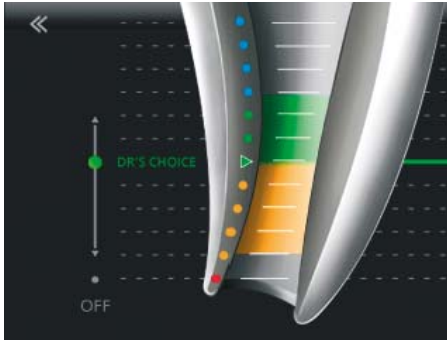

Fig. 23 DR'S CHOICE activé
- La ligne apicale personnalisée se place à la position souhaitée, par ex. la dernière barre verte (Fig. 23).